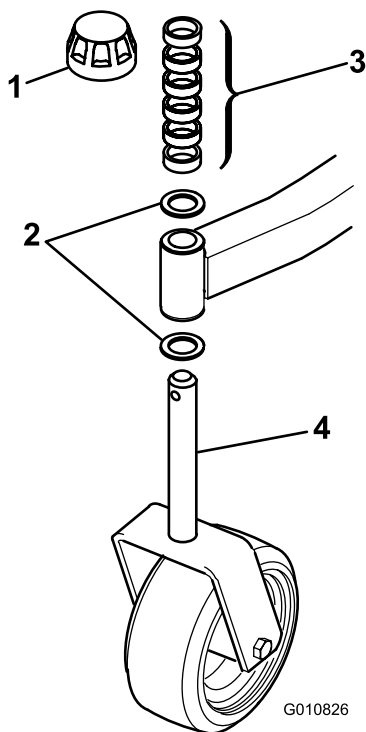
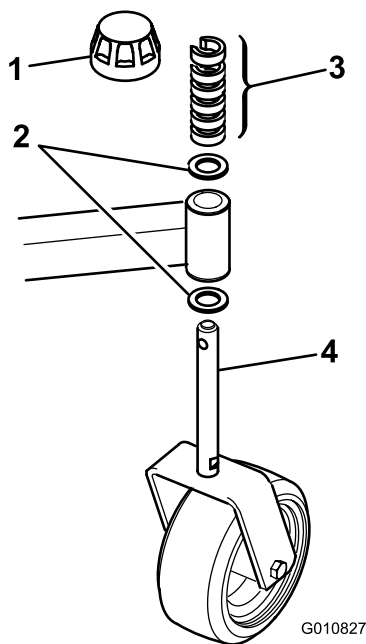

Figura 2
Figura 3
1. Retire as tampas de fixação dos rolamentos do eixo e desloque os espaçadores e anilhas de encosto (Figura 2 e Figura 3).